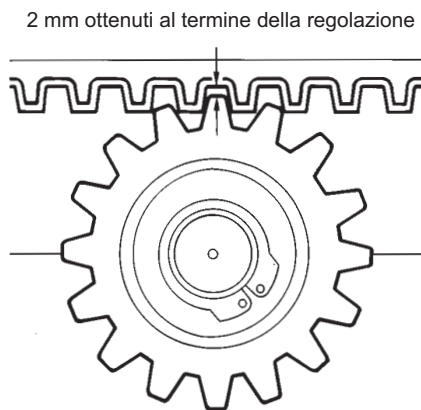
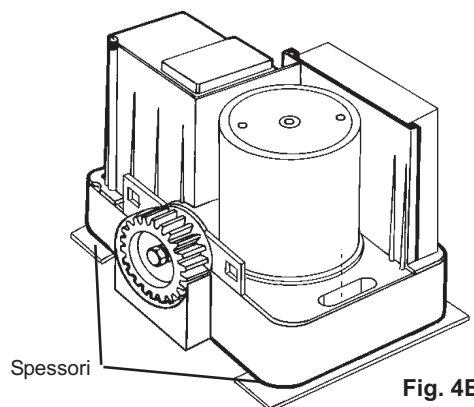

Fig. 4A
Fig. 4B
- 2 - Si deve garantire un gioco di 2mm. tra pignone e cremagliera su tutta la lunghezza del cancello (Fig. 4A). Per fare ciò posizionare gli spessori (in dotazione) come mostra la Fig. 4B e fissare il motoriduttore.
8. Riposizionare il gruppo del motoriduttore in modo che il pignone sia sormontato esattamente dalla cremagliera. Il risultato dovrà corrispondere esattamente con quello di Fig. 4A.